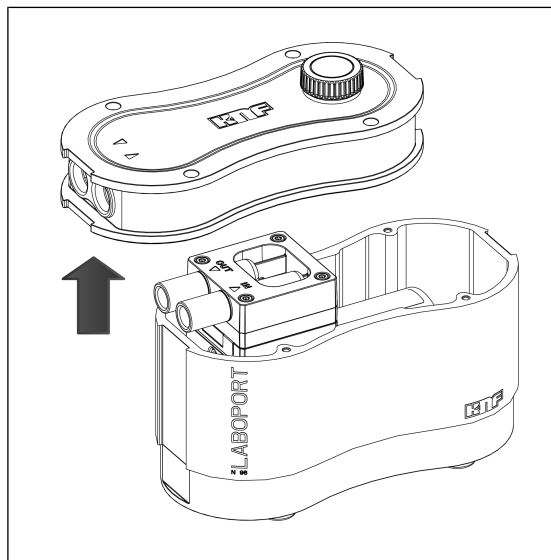

Fig.9: Rimozione del coperchio della carcassa
3. Rimuovere il coperchio della carcassa (2) facendo attenzione e posizionarlo vicino alla carcassa della pompa (3) (vedere Fig. 9).
- i** Rimuovendo il coperchio della carcassa (2) fare attenzione a non esercitare forze di trazione significative sui cavi e a non danneggiarli